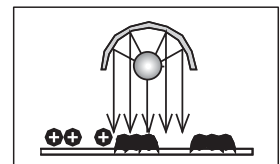

図 5
- (5)こすられても黒い粉が取れないように、熱で溶かして紙にちゃんとくっつけます。これを『定着』といいます。(図5)